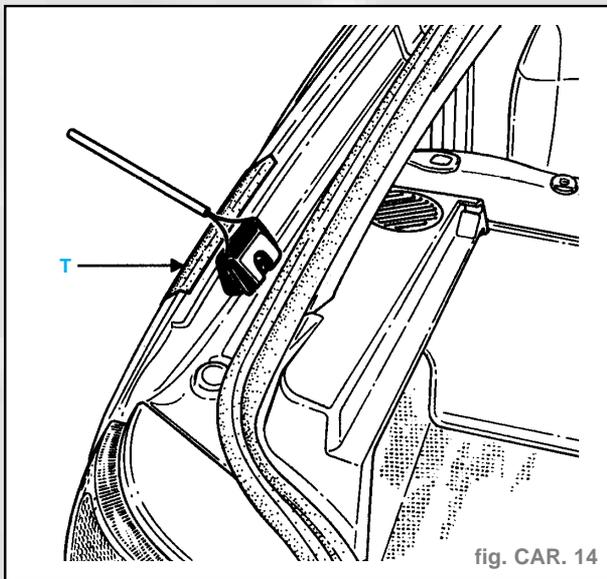

fig. CAR. 14
- Protéger la carrosserie avec du tirot (T) (fig. CAR. 14).
- A l'aide d'une baguette métallique de métal d'apport de soudure (fil de fer $\varnothing 1,5 \text{ mm}$) confectionner une boucle autour de la butée comme indiqué sur le schéma (fig. CAR. 14).